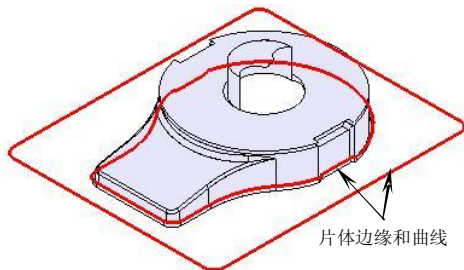
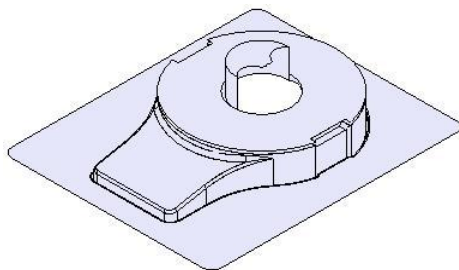

图7-16
图7-17
5. 使用【有界平面】功能选择如图 7-16 所示的片体边缘和曲线创建有界平面，结果如图 7-17 所示。